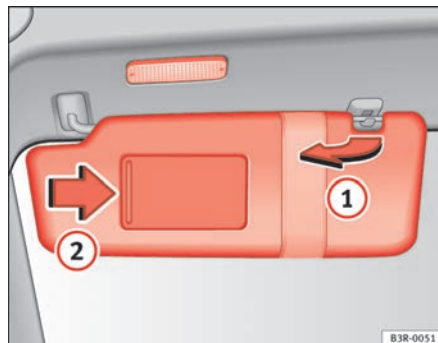

Fig. 99 Alette parasole
Le alette parasole per il conducente e per il passeggero possono essere staccate dai supporti centrali e ruotate verso le porte ① ⇒ fig. 99.